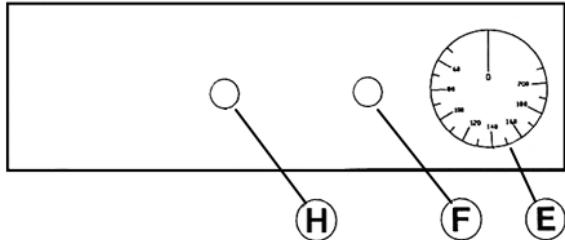

Fig.3 - Abb.3
- Introduire la prise de l'appareil dans la prise de courant, le témoin lumineux s'allumera (H, Fig.3).
- Faire pivoter le thermostat (E, Fig.3) jusqu'à le placer sur la température souhaitée. Le témoin lumineux de chauffage s'allume (F, Fig.3) et ne s'éteindra qu'une fois atteinte la température programmée.
- Placer le thermostat (E, Fig.3) en position "0".
- Den Stecker in die Steckdose stecken: die Kontrollleuchte schaltet sich ein (H, Abb.3).
- Den Thermostat (E, Abb.3) drehen, bis die gewünschte Temperatur eingestellt ist. Die Kontrollleuchte (F, Abb.3) schaltet sich ein und schaltet sich aus, sobald die eingestellte Temperatur erreicht ist.
- Den Thermostat (E, Abb.3) auf "0" stellen.